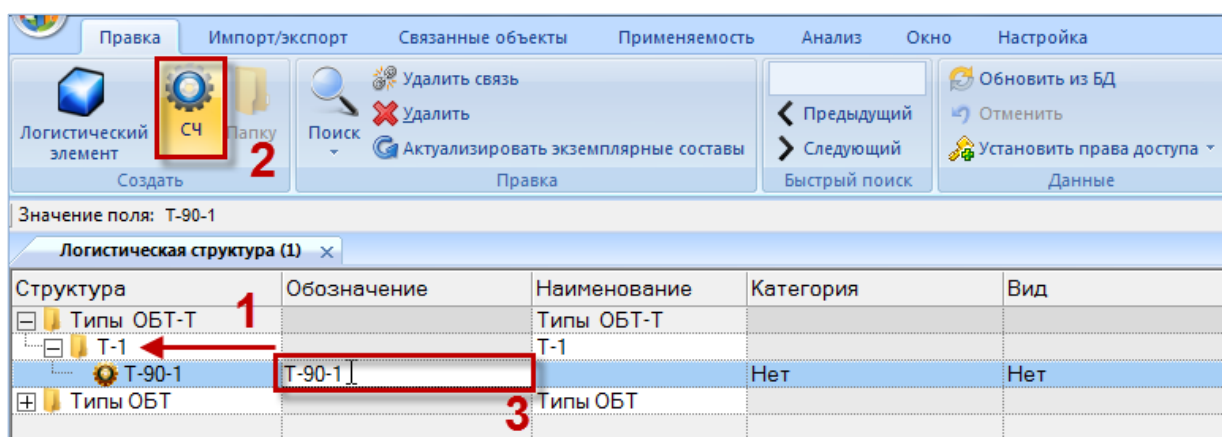

Рис. 10-11 – Создайте компонент в папке
б) Для создания компонента выбрать папку и нажать кнопку «СЧ» панели «Создать» (1 и 2 на рис. 10-11).
7) Ввести «Обозначение» для компонента (3 на рис. 10-11). В дереве объектов компоненты отмечены значком.